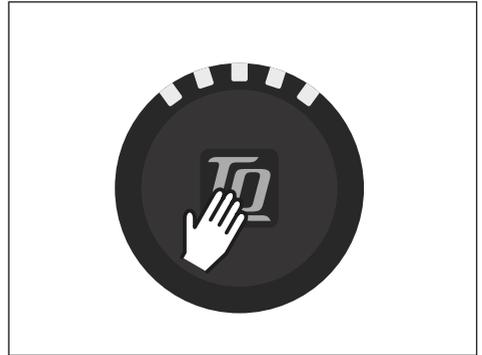

Abb. 3: Bedientaste am Display
- ▶ Schalten Sie die Antriebseinheit ein, indem Sie **kurz** die Taste (siehe Abb. 3) auf dem Display drücken.
- ▶ Schalten Sie das Antriebssystem aus, indem Sie **lang** die Taste auf dem Display drücken (siehe Abb. 3).